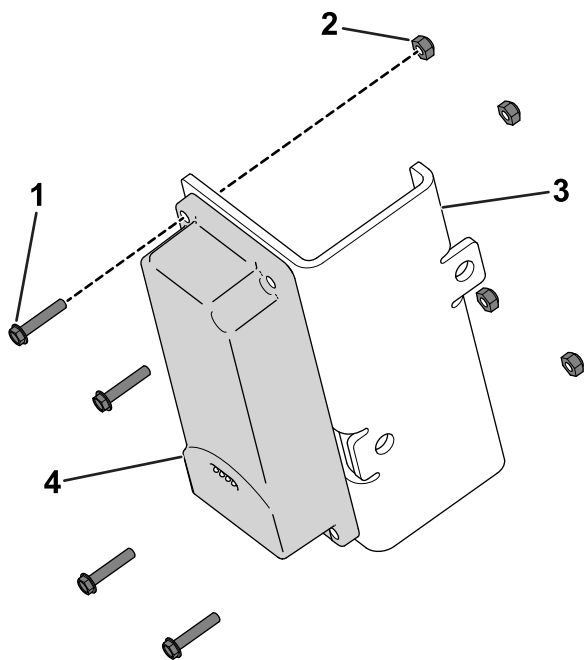

図 10
1. 六角ボルト (#10 x 1") 4本とロックナット (#10)4個を使って、テレマティクスデバイスをデバイスブラケットに固定する **図 10**。